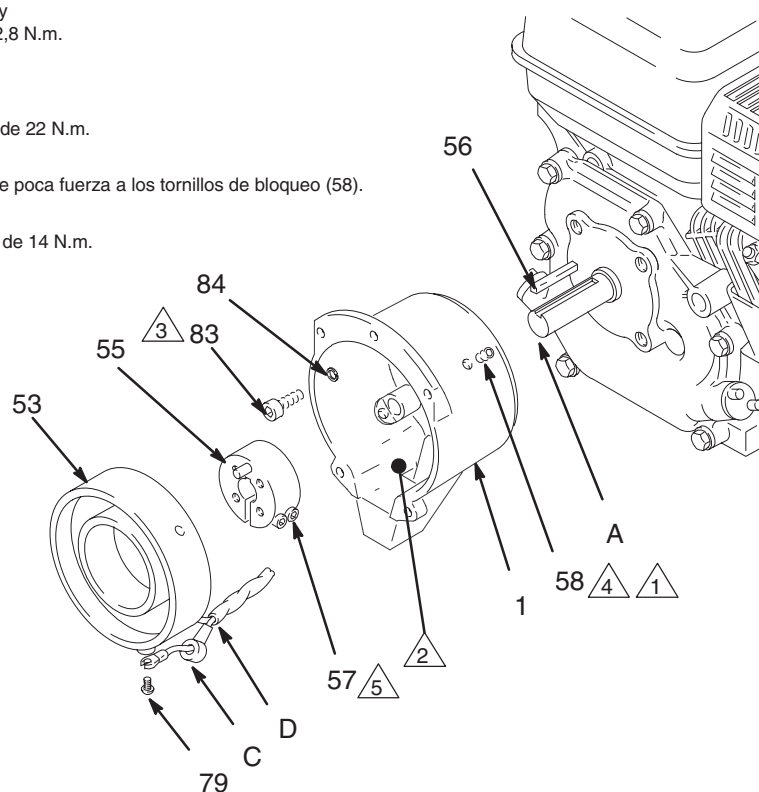

Fig. 21
1. Instale el **cárter del embrague (1)**, los tornillos de cabeza (83) y las arandelas de seguridad (84) en el motor. Utilice una herramienta de alineación especial para colocar el cárter del embrague en el motor. Apriete los tornillos (83) a un par de 22 N.m.
2. Instale la **chaveta (56)** del eje del motor. Vea la Fig. 21.
4. Conecte los cables de las guarniciones (D) con los tornillos (79) en ambos sitios del inductor (los cables pueden sujetarse en cualquiera de las dos conexiones). Tire de las tapas de plástico (C) y encájelas sobre los tornillos. Instale el inductor en el cárter del embrague. Conduzca las guarniciones a través de la ranura del cárter del embrague. Con los orificios de los tornillos de bloqueo del inductor y del cárter del embrague (1) alineados, apriete los tornillos de bloqueo (58) opuesta y uniformemente. Vea la Fig. 21.